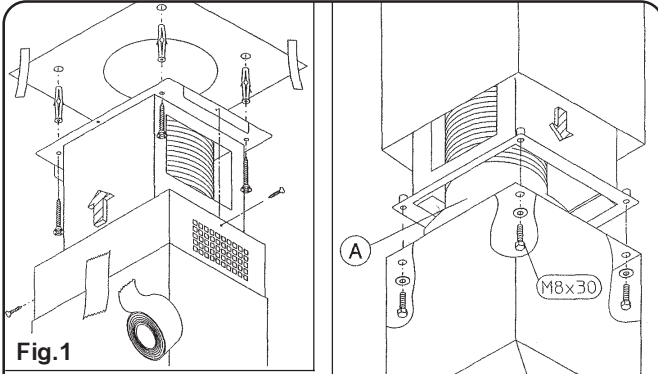
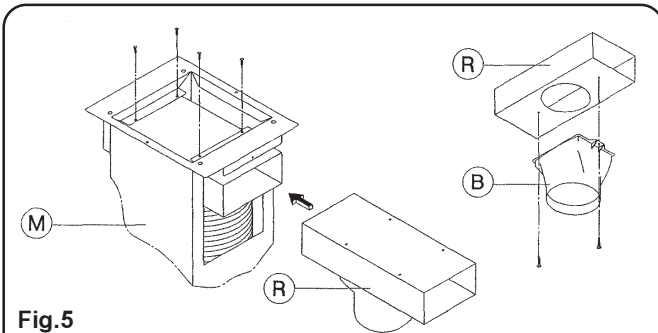

Fig.2
Fig.5
Per poter utilizzare questa funzione munirsi di un tubo estensibile non combustibile Ø150 mm da collegare al soffitto, che andrà successivamente collegato al raccordo "A" **fig2**
- 6) sollevare la cappa, e dopo aver bloccato il tubo Ø150 mm al raccordo "A" tramite una fascetta, fissarla alla struttura telescopica con le 4 viti e rondelle **fig2**
Dopo esservi procurati il corredo filtrante procedere nel seguente modo **fig5**
- 3) collegare un tubo estensibile non combustibile Ø 150mm al raccordo "B", tramite una fascetta **fig5**, che andrà successivamente collegato al raccordo "A" **fig2**
Zum Einsatz der Dunstabzugshaube in dieser Version beschaffen Sie sich ein ausziehbares, nicht brennbares Rohr Ø150 mm, das an der Decke befestigt werden muss und das anschließend an den Anschluss "A" (**Abb.2**) anzuschließen ist.
- 6) Heben Sie die Dunstabzugshaube an und befestigen Sie diese, nicht ohne vorher das Ø150 mm Rohr mittels einer Schelle am Anschluss „A“ befestigt zu haben, am Teleskopschacht. Verwenden Sie hierzu die 4 Schrauben und Unterlegscheiben. (**Abb.2**)
Nachdem Sie sich den gesamten Filter-Montagesatz besorgt haben, verfahren Sie gemäß **Abb.5** wie folgt:
- 3) Schließen Sie ein ausziehbares, nicht brennbares Rohr (Ø 150mm) zuerst mittels einer Schelle (**Abb.5**) an den Anschluss "B" an; schließen Sie es dann an den Anschluss "A" (**Abb.2**) an.
To use the vented operating mode, fasten one end of a \varnothing 150 mm non-combustible extending pipe to the ceiling and the other to the connector "A" (fig. 2).
- 6) lift the hood and, once you have secured the \varnothing 150 mm pipe to connector "A" with a clamp, fasten it to the telescopic flue using the 4 screws and washers (fig. 2);
Once you have the relevant assembly kit, proceed as follows (fig. 5):
- 3) fasten one end of a \varnothing 150 mm non-combustible extending pipe to connector "B" using a clamp (fig. 5), and the other to connector "A" (fig. 2);